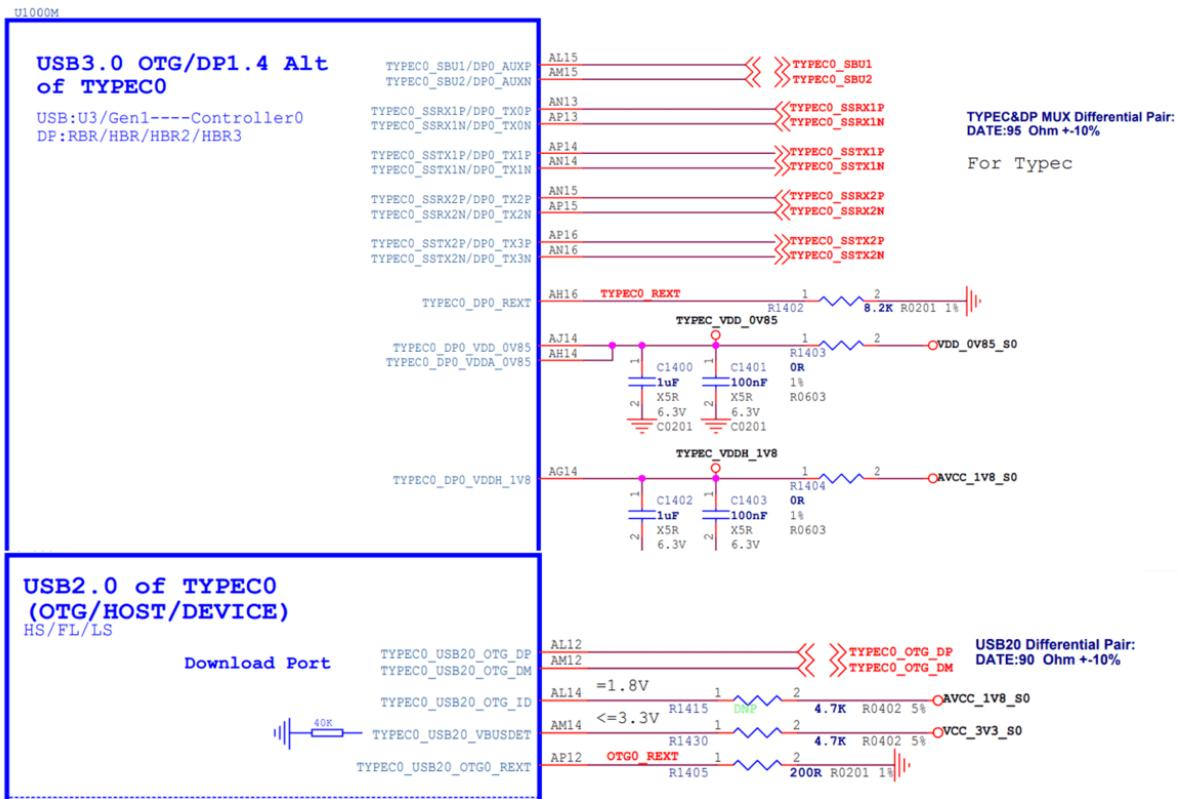

图 17 RK3588 Type-C0 电路
3. 为了支持高压充电功能, 同时降低硬件电路的风险, TYPEC0\\_USB20\\_VBUSDET 不要连接 Type-C 接口的 VBUS, 固定上拉到 3.3V 即可 (如图17 TYPEC0\_USB20\_VBUSDET 连接到 VCC\_3V3\_S0), 但不能悬空;